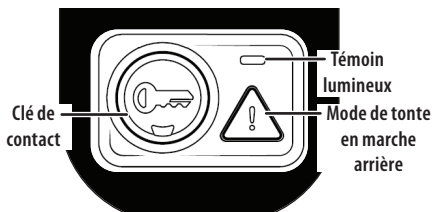

Figure 27
2. Pressez le bouton de mode de tonte en marche arrière pendant trois secondes. Le témoin clignote pendant 3 secondes et reste allumé lorsque ce mode est activé (Figure 27).
3. Le témoin lumineux au-dessus du bouton de mode de tonte en marche arrière s'allume lorsque le mode de tonte en marche arrière est activé (Figure 27).